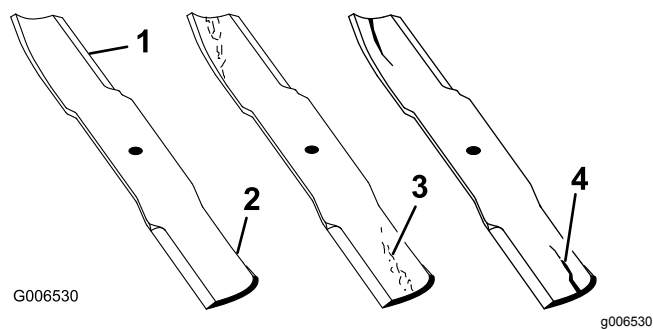

Figura 32
2. Verificate accuratamente i taglienti, con particolare attenzione ai punti d'incontro delle sezioni piatta e curva della lama (Figura 32). Sabbia e materiali abrasivi possono consumare il metallo che connette le sezioni piatta e curva della lama, per cui si consiglia di controllare la lama prima di usare la macchina. Se notate dell'usura (Figura 32), sostituite la lama; fate riferimento a Rimozione e montaggio della lama \(o delle lame\) (pagina 22).
Se continuate ad usare la lama usurata, si forma una scanalatura tra la costa e la sezione piatta della lama (Figura 32). Alla fine, un pezzo di lama può staccarsi e venire lanciato dal sottoscocca, con il rischio di ferire gravemente voi o gli astanti.